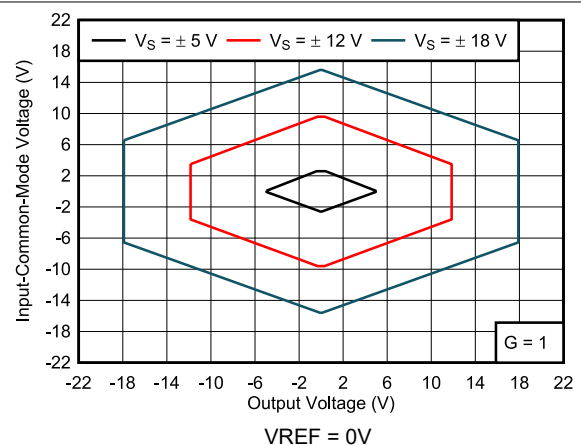

图 7-12. 边界图 - 输入共模电压与输出电压间的关系
- (1) 总失调电压, 以输入为基准 (RTI): $V_{\text{OS}} = (V_{\text{OSI}}) + (V_{\text{OSO}}/G)$ 。
- (2) 根据特征确定。未经量产测试。
- (3) 失调漂移具有不相关性。使用以下公式计算输入参考失调漂移: $\Delta V_{\text{OS(RTI)}} = \sqrt{[\Delta V_{\text{OSI}}]^2 + (\Delta V_{\text{OSO}}/G)^2}$ 。
- (4) 输入级的输入电压范围。输入范围取决于共模电压、差分电压、增益和基准电压; 请参阅图 7-12。
- (5) 为 $G > 1$ 指定的值不包括外部增益电阻器 R_G 带来的影响。